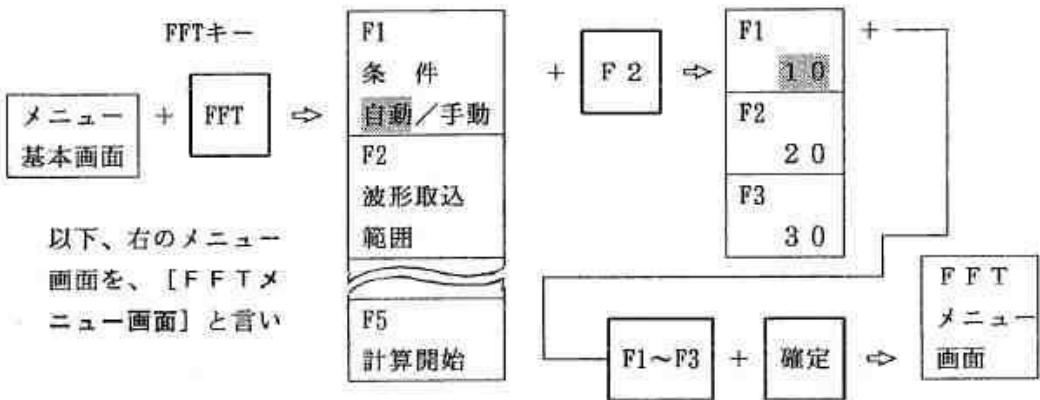

図 7.2.2 自動FFTの手順
- ① 機能キー【FFT】を1回押します。図 7.2.2に示す選択メニューがメニューエリアに表示されます。
- ② 選択キー【F2】を1回押します。メニューエリアには、図 7.2.2に示す波形取込範囲の選択メニューが表示されますから、次の基準を参考にして、数値を選択します。
- (1) 広帯域と予想される場合 N = 10
(2) 狹帯域と予想される場合 N = 20~30